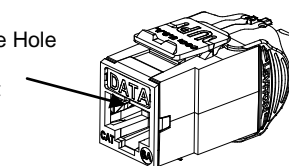

Fig 13
4. Icons may be removed from the front of a jack by unbending a small paper clip, inserting the end of the clip into the Icon release hole, and gently prying outward. (See Fig. 13).
4. Los iconos se pueden sacar de la parte frontal del conector enderezando un gancho pequeño de papel, insertando la punta en el orificio de liberación del icono y haciendo una palanca suave hacia el exterior (Ver Fig. 13).